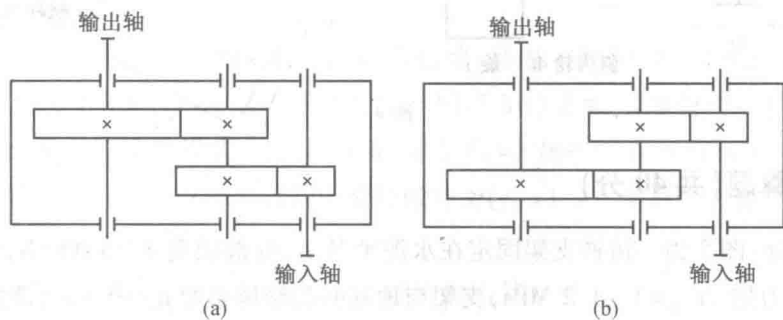

图 2
1. (5 分)图 2 为二级减速器中齿轮的两种不同布置方案,试问哪种方案合理? 为什么?